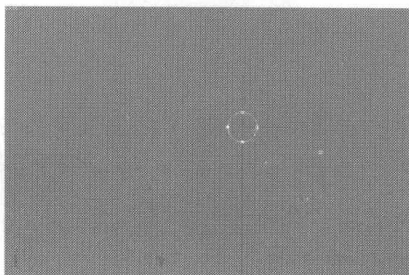

图 7.262
- 26 单击 ，进入创建面板，单击 按钮，选择 **Splines** 类型，单击 **Circle** 按钮，在 Front 正视图中创建一个圆周体，如图 7.262 所示。按住 Shift 键，移动复制到另一侧一个圆周，在弹出的对话框中设置复制参数，单击 **OK** 按钮，如图 7.263 所示。